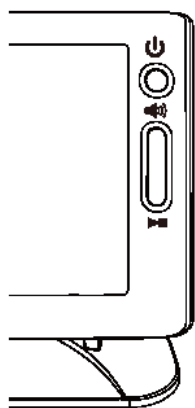

Рисунок 5
b) Устройство отключится автоматически после 5 минут простоя. [Рисунок 5]